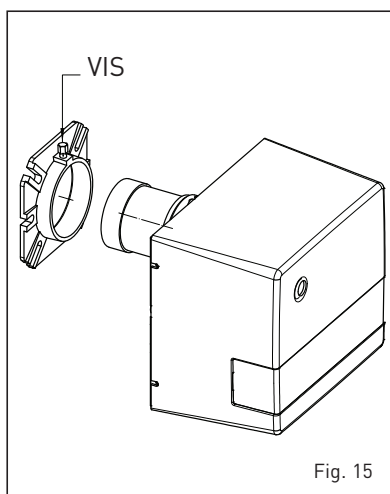

Fig. 15
4.6 ENTRETIEN BRÛLEUR (fig. 15)
Pour démonter le brûleur par la porte de la chaudière, ôter la vis (fig. 15). Pour accéder au secteur interne du brûleur, ôter le groupe rideau air fixé au moyen de deux vis latérales et enlever la gaine droite bloquée au moyen de quatre vis en faisant attention à ne pas abîmer les joints d'étanchéité OR.